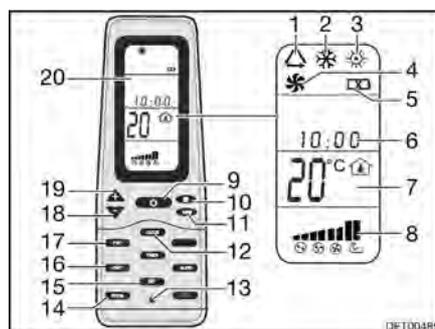

Fig. 141 Telecomando
- Premere il tasto ON/OFF (Fig. 141,9).
- Premere il tasto "Mode" (Fig. 141,11) spesso, finché la modalità desiderata (Fig. 141,1, 2, 3 o 4) viene visualizzata sul display (Fig. 141,20).
- Impostare la temperatura desiderata con i tasti "+" (Fig. 141,19) e "-" (Fig. 141,18).
- Con il tasto velocità dell'aria (Fig. 141,10) selezionare il livello desiderato per la ventola.